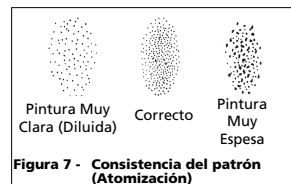

Figura 7 - Consistencia del patrón (Atomización)
4. Oprima el gatillo rápidamente mientras gira la perilla de control en sentido contrario al de las agujas del reloj. Observe el patrón en la pieza de prueba y ajuste la perilla de control de fluido hasta que obtenga el patrón (atomización) deseado (Vea la Figura 7).